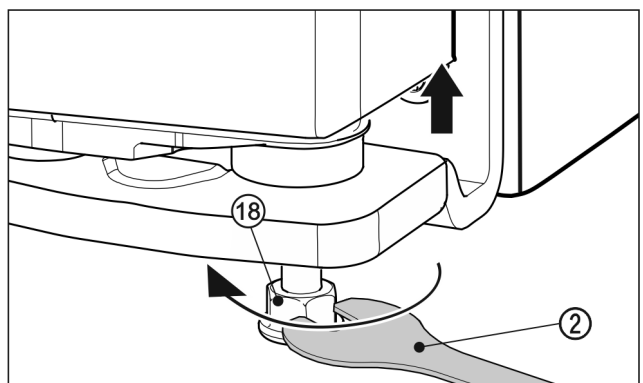

Fig. 26
- ▶ Norėdami pakelti duris, reguliavimo kojelę Fig. 26 (18) pridėdami veržliarakčiu Fig. 26 (2) išsukite pagal laikrodžio rodyklę, kol bus užtikrintas kontaktas su grindimis. Tada sukite toliau, kol bus sureguliuotas durų aukštis. Pristatant atraminis varžtas įsuktas iki galo.